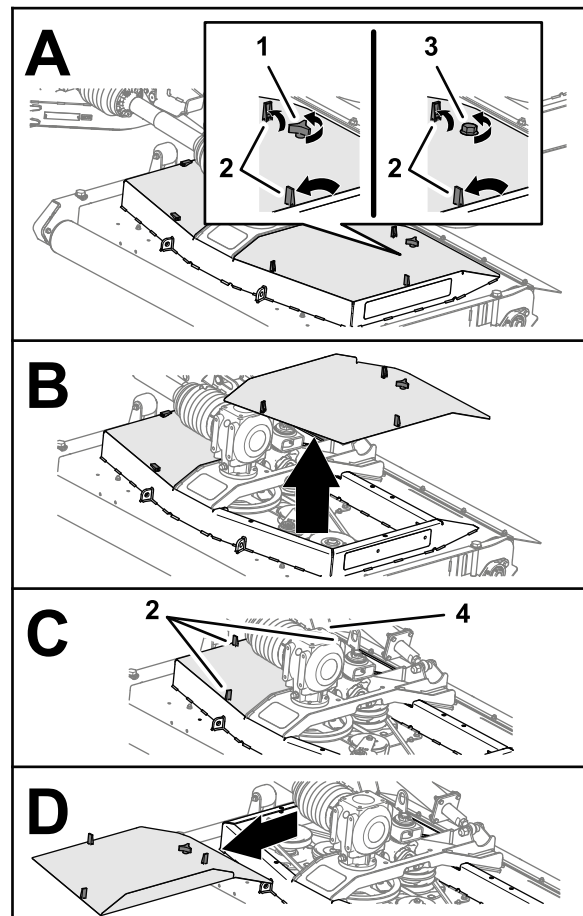

Bild 40
1. Lösen Sie die drei Verriegelungen, mit denen die Abdeckung des Mähwerks befestigt ist (Bild 40).
2. Lösen Sie den Sterngriff oder die Schraube (CE-konformes Mähwerk), mit der die Abdeckung des Mähwerks am Mähwerk befestigt wird (Bild 40).
4. Wiederholen Sie die Schritte 1 und 2 für die andere Abdeckung(Bild 40).